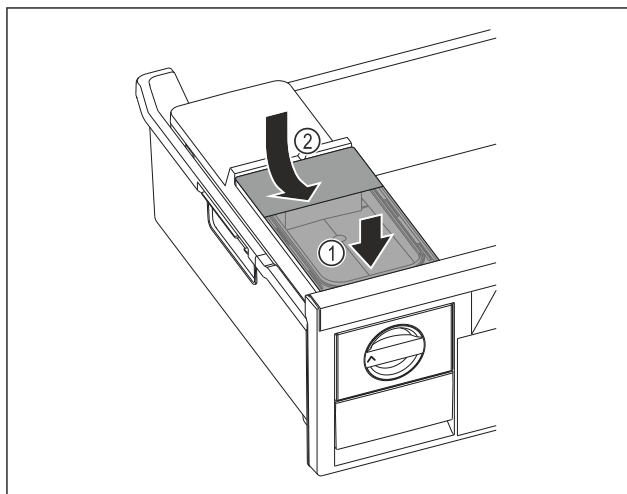

Fig. 30
- ▶ Zbiornik wody wsunąć od przodu. Fig. 30 (1)
- ▶ Zbiornik wody opuścić z tyłu. Fig. 30 (2)